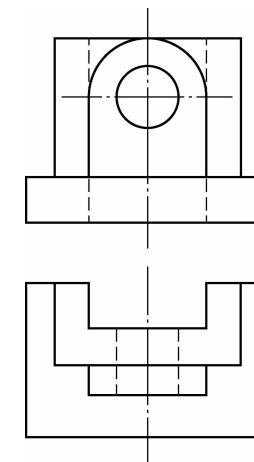

图 1-3-13
4. 如图 1-3-13 所示补画组合体的左视图。(10 分)